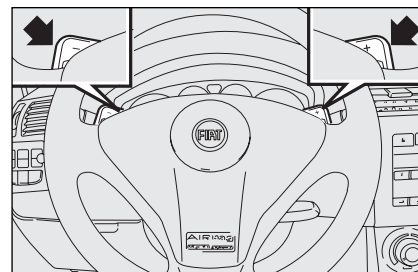

fig. 6
- ☐ par les commandes sur le volant **fig. 6**, pouvant s'actionner uniquement lorsque la vitesse de la voiture dépasse les 5 km/h.